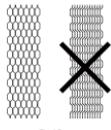

Fig.10
- Quand elles sont correctement disposées, l'emplacement des plaques forme un end d'assemblage (Fig. 10).